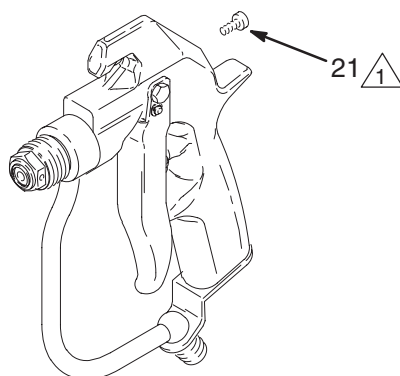

Fig. 21
9. Hvis fjedertilspændingsskruen (21) har været afmonteret, indsættes den i pistolens bagstykke. Derefter drejes skruen ind, indtil den stopper. Se Fig. 21.